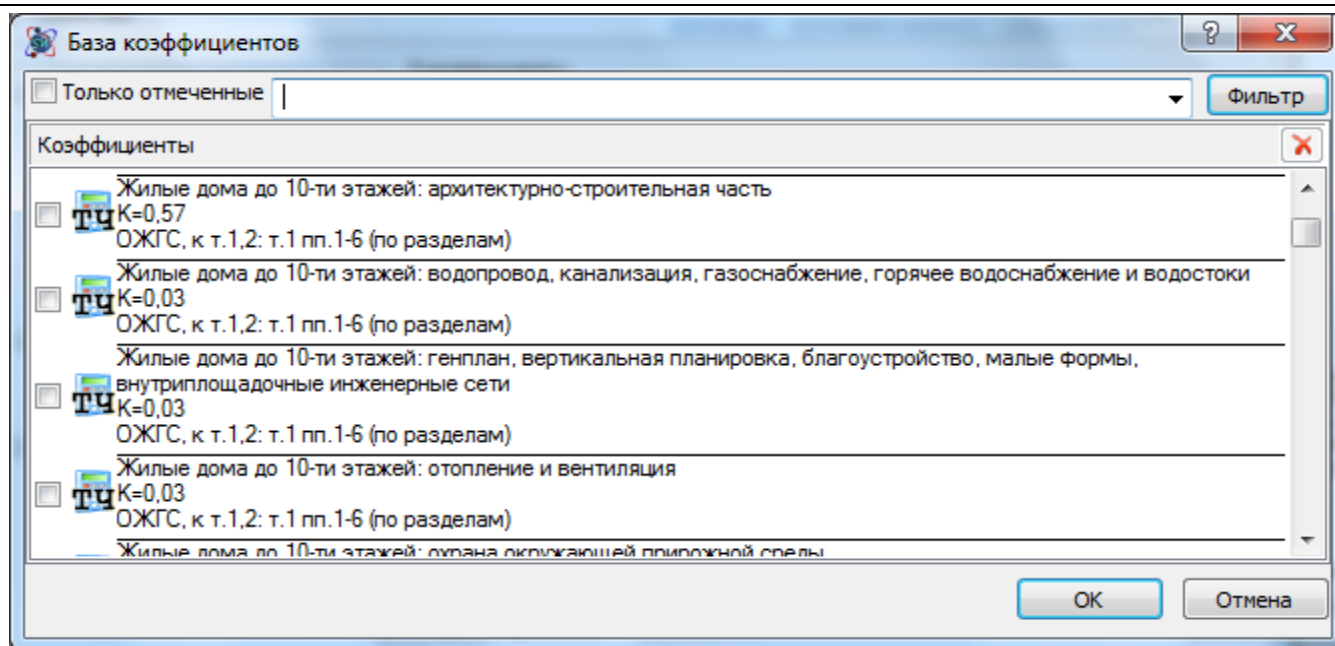

Рис. 1.9 Диалоговое окно База коэффициентов
2. В открывшемся диалоговом окне *База коэффициентов* (рис. 1.9) при помощи флагов отметить коэффициенты, которые необходимо применить;